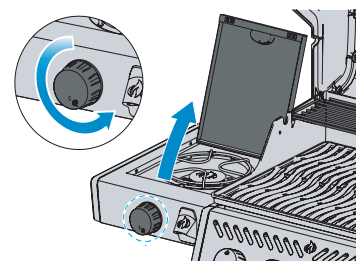

Fig. 2
4. Jeśli palnik nie zapali się - przekręcić pokrętkę sterującą palnika zgodnie z ruchem wskazówek zegara do pozycji WYŁ. (OFF). Odczekać 5 minut. Powtórzyć kroki 2 i 3. (Rys. 2)